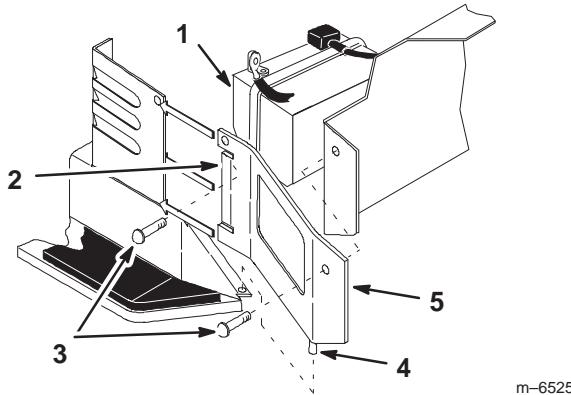

Bild 45
4. Entfernen Sie die rechte Seitenwand, um sich zum Entfernen der Batterie Platz zu machen (Bild 45). Entfernen Sie die Schrauben und heben Sie die Seitenwand an, um den Stift zu umgehen. Schieben Sie dann die Seitenwandvorsprünge aus dem Lenksäulenkasten heraus.
1. Bauen Sie die Batterie im Traktor ein (Bild 45).
5. Montieren Sie die rechte Seitenwand, indem Sie die Vorsprünge in den Lenksäulenkasten schieben und den Stift in den Flansch am Fußbrett einschieben. Befestigen Sie die Gruppe mit Schrauben (Bild 45).